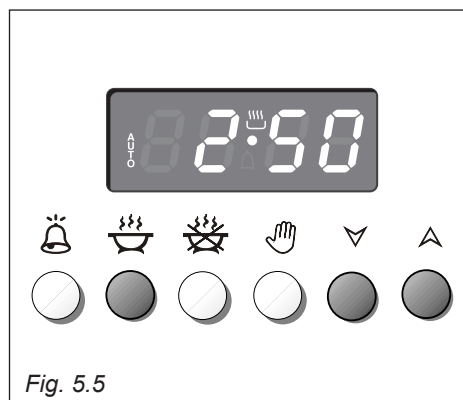

Fig. 5.5
1. Déterminer le temps de durée de la cuisson en pressant le poussoir  et le poussoir  pour avancer, ou  pour revenir si le temps désiré a été dépassé (fig. 5.5). La légende **AUTO** et le symbole  s'allumeront.